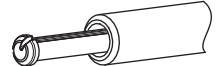
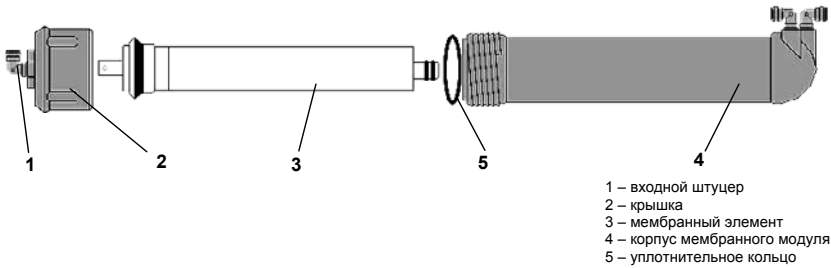
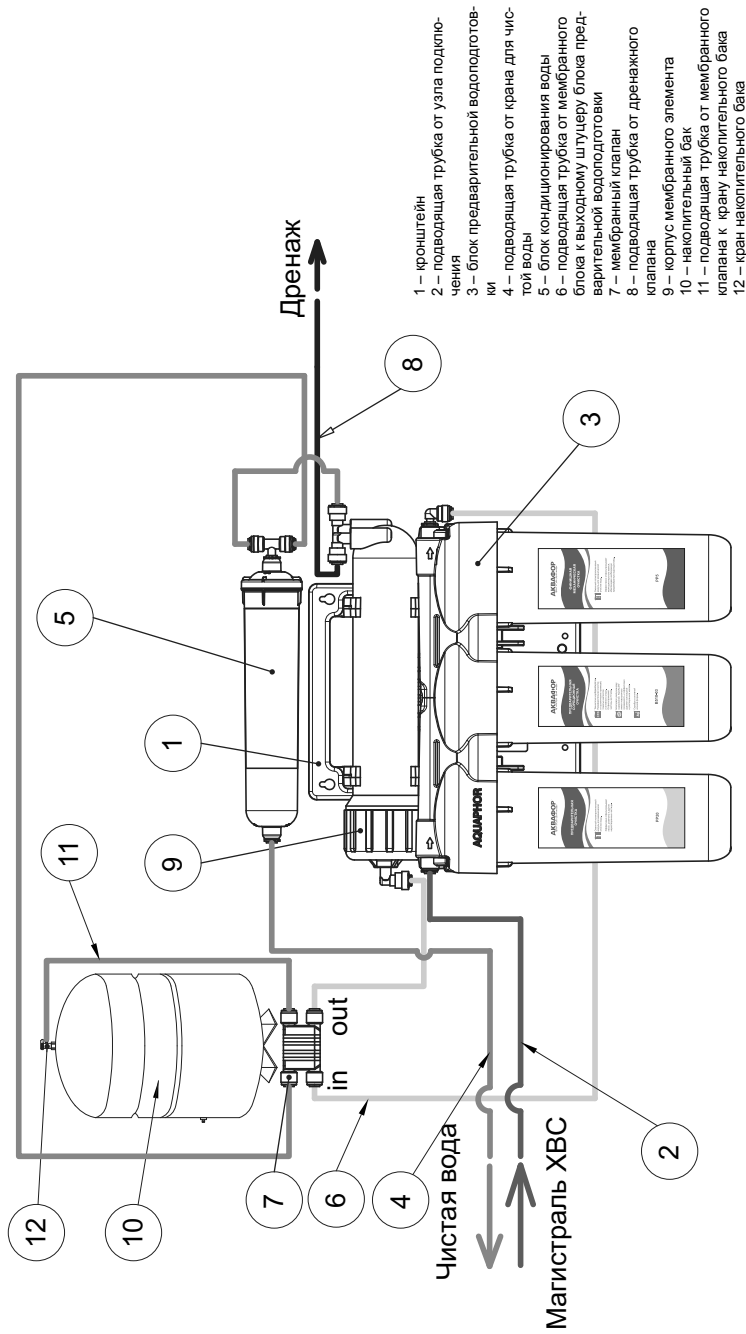

Рисунок 2. Ограничитель потока (рестриктор)
Рисунок 6. Блок обратного осмоса
Рисунок 8. Схема установки водоочистителя для исп. Аквафор-ОСМО-050-5
**ВНИМАНИЕ!** Проверьте наличие ограничителя потока (рис. 2) в дренажной трубке (рис. 8, поз. 8). Важно не перепутать, каким концом вставляется трубка. Ограничитель потока должен находиться со стороны мембранного модуля.
#### 5.4 Установка мембранного элемента в корпус (Рис. 6)
## 5.7 Установка водоочистителя Аквафор-ОСМО исполнения Аквафор-ОСМО-050-5 (Рис. 8)
### 6.1. ПРОМЫВКА ФИЛЬТРУЮЩЕГО МОДУЛЯ АКВАФОР В510-03 в исполнении Аквафор-ОСМО-050-5 (Рис. 8)
### 6.3. ПРОМЫВКА НАКОПИТЕЛЬНОГО БАКА (Рис. 8, 9)
**Для замены мембранного элемента (см. рис. 6):**
- Отсоедините трубку JG от входного штуцера (1). Соединение JG: выньте из под пластиковой втулки стопорную клипсу, нажмите на торец пластиковой втулки, вытяните трубку.
- Открутите крышку (2) корпуса (4).
- Освободите новый мембранный элемент от упаковки и вставьте его (3) в корпус (4) так, чтобы широкое уплотнительное кольцо мембранного элемента (3) оказалось со стороны резьбовой части корпуса (4).
- Прилагая достаточное усилие, вдавите мембранный элемент (3) в корпус (4) до упора.
- Проверьте наличие и целостность уплотнительного кольца (5).
- Наверните крышку (2) на корпус (4).
- Подсоедините трубку JG (просто вставьте предварительно смоченный водой конец трубки во втулку входного штуцера (1) до упора на глубину примерно 15 мм).
**Для замены модуля кондиционирования воды (см. Рис. 8, 9):**
- Отсоедините трубку JG от выходного штуцера блока кондиционирования воды (5). Для этого выньте из под пластиковой втулки стопорную клипсу, нажмите на торец пластиковой втулки, вытяните трубку.